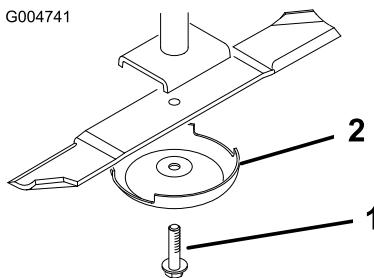

Bild 112
3. Entfernen Sie die Messerschraube, die Antiskalpierkoppe und das Messer von der Spindelwelle (Bild 112).